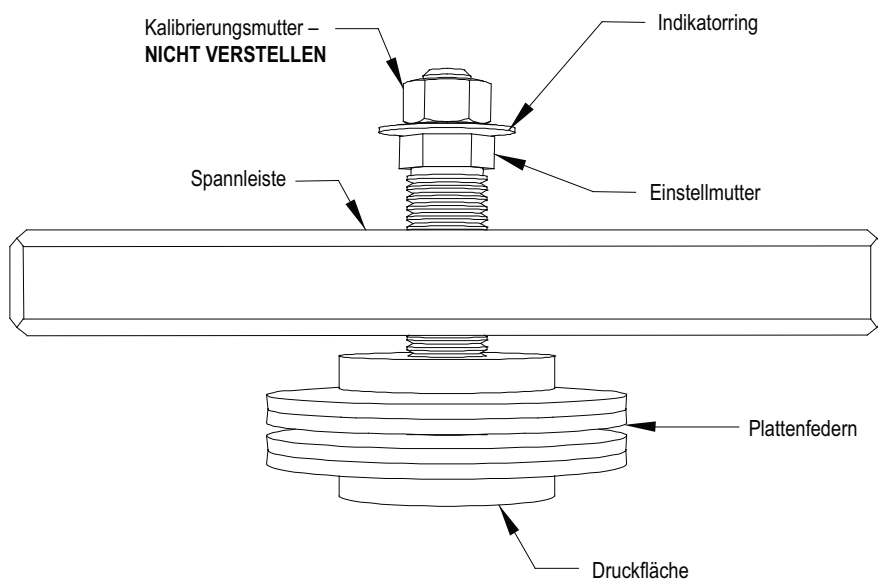

Abbildung 34 – Darstellung des Spannkopfs
3. Bauen Sie den Kühlkörper mit dem Wärmesensor aus dem PowerCage aus. Entlasten Sie die Klemme (siehe Abbildung 34 auf Seite 55).